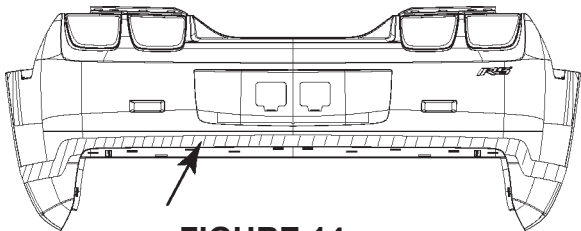

FIGURE 14
24. Essuyer la région indiquée du véhicule avec les tampons d'alcool fournis. Laisser sécher. Se reporter à la Figure 14.